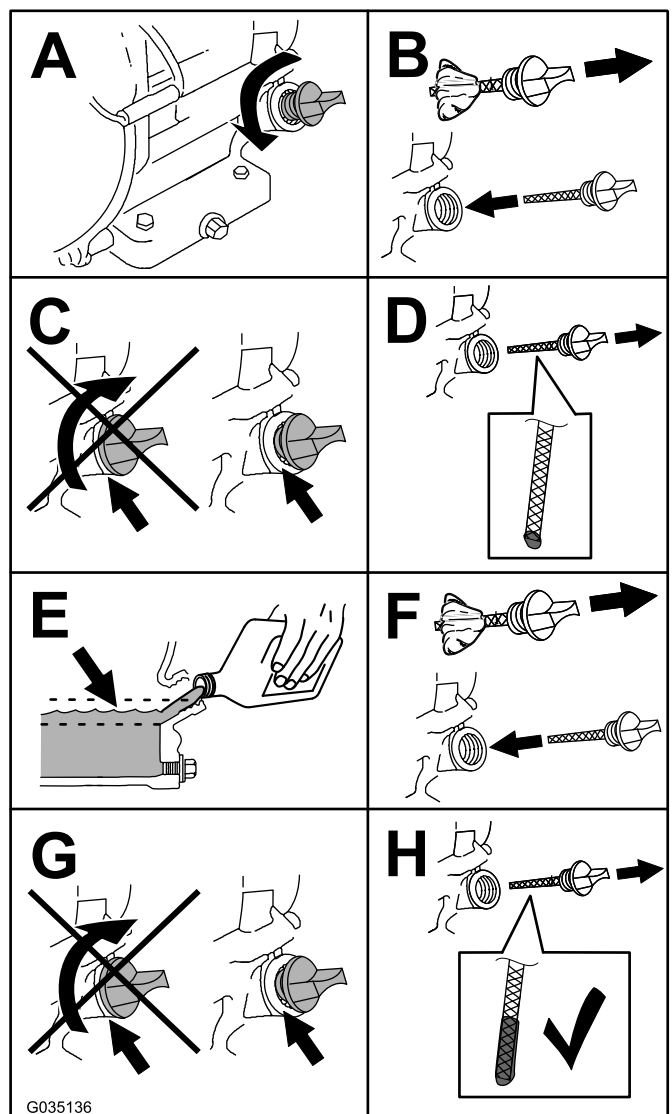

Figure 24
5. Compruebe el nivel de aceite como se muestra en la Figure 24.